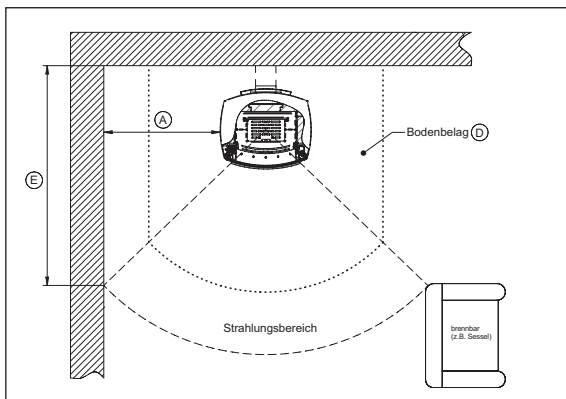

Abb. 17
Der seitliche Mindestabstand (Abb. 17 (A)) beschreibt den Mindestabstand vom Kaminofen zur seitlichen Aufstellwand und ist von der hinteren Aufstellwand bis zum Beginn des Strahlungsbereichs (E) der Frontscheibe gültig. Bei Kaminöfen mit gewölbter Frontscheibe oder breitem Strahlungsbereich muss der minimale Wandabstand (A) um den hineinragenden Strahlungsbereich angepasst werden.